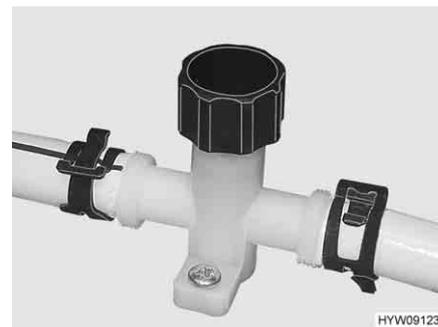
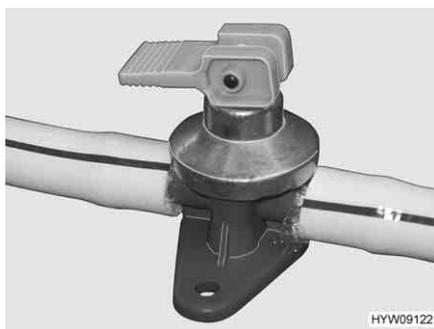

Fig. 180 Rubinetto di scarico (tubatura dell'acqua)
Fig. 181 Rubinetto di scarico (boiler Alde)
- Chiudere i rubinetti di scarico (Fig. 181 e Fig. 180). Chiudere i coperchi in senso orario oppure posizionare la leva a bilanciere in posizione orizzontale. L'ubicazione delle valvole di sicurezza/di scarico e dei rubinetti di scarico è riportata al paragrafo 10.6, alla fine di questo capitolo.